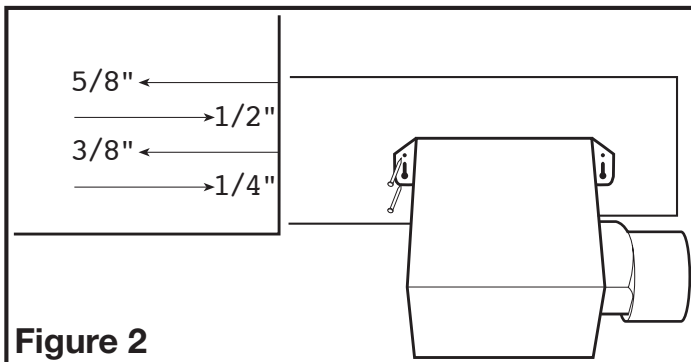
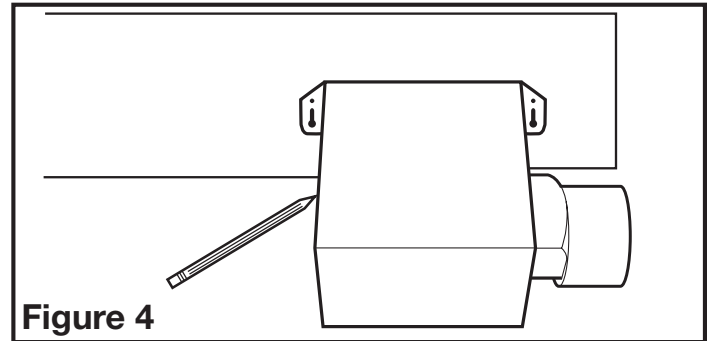

Figure 2
Figure 4
- Installation des Onglets de Montage:** à l'aide des guides sur le châssis du ventilateur, aligner le châssis pour qu'il soit à effleurement avec le plafond fini. Positionner le ventilateur pour que les onglets reposent à plat contre la solive et fixer en place à l'aide de quatre vis ou clous (non-comprises) pour assurer une bonne installation (Figure 2).
- Installation des Onglets de montage:** positionner le châssis contre la solive et tracer un contour du châssis sur le matériau du plafond (Figure 4). Mettre le châssis de côté et découper l'ouverture, en prenant soin de ne pas couper de câble électrique dissimulé ou autre utilité. Placer le châssis près de la solive et vous assurer qu'il soit à effleurement avec le plafond fini. Fixer avec quatre (4) clous (non-compris) pour assurer une installation adéquate (Figure 2).